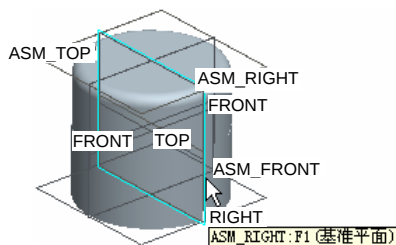

图 9.3.10 选取装配基准平面
(1) 在“截面”操控板中单击 **参考** 按钮，选取图 9.3.10 所示模型中的 ASM_RIGHT